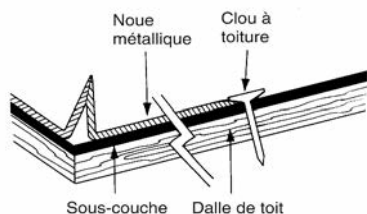

Figure 6-22 : Fixation du solin de noue métallique au moyen de clous à toiture.
3. Fixer le solin métallique à tous les 24 po (610 mm) le long des bords au moyen de tasseaux métalliques ou de clous à toiture à large tête. Si des clous à large tête sont utilisés sans tasseaux, mettre la tige du clou immédiatement à côté du métal afin de ne pas restreindre le mouvement de celui-ci (figure 6-22).